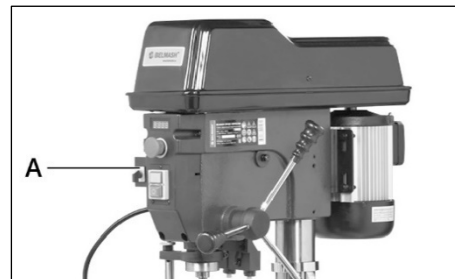

Рисунок 13.
Сначала отключите станок и установите соответствующий режущий инструмент. Затем установите переключатель (A) (рис. 13) в нужное положение. Всего положений три: (L) – вращение против часовой стрелки, (R) – вращение, (O) – положение отключения магнитного пускателя.